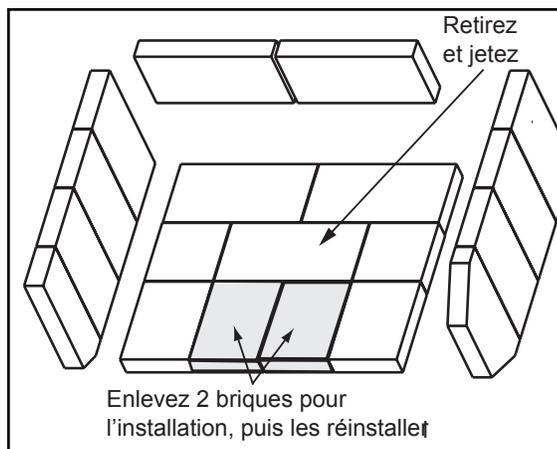

Figure 20.1
- Retirez les 2 briques de la partie avant de la boîte à feu (**Figure 20.1**).
2. Retirez les 2 briques de la partie avant de la boîte à feu (Figure 20.1 à la page 20).